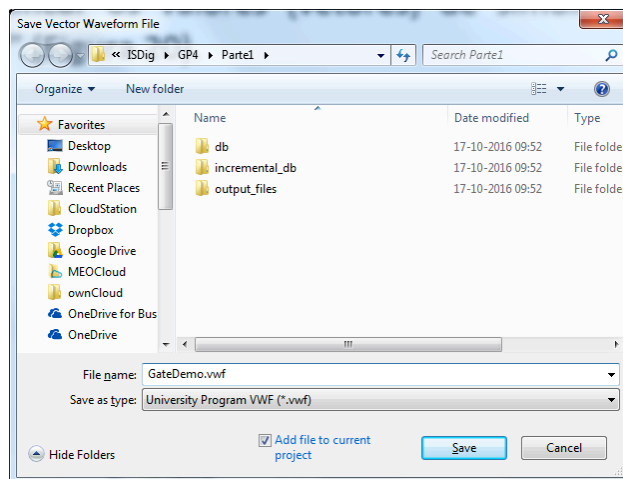

Figura 20 – Caixa de diálogo para gravação do ficheiro “GateDemo.vwf”.
13. Após especificar os valores (vetores) de simulação, grave o ficheiro com o nome “GateDemo.vwf” (Figura 20).